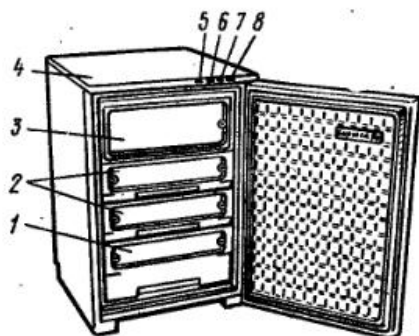
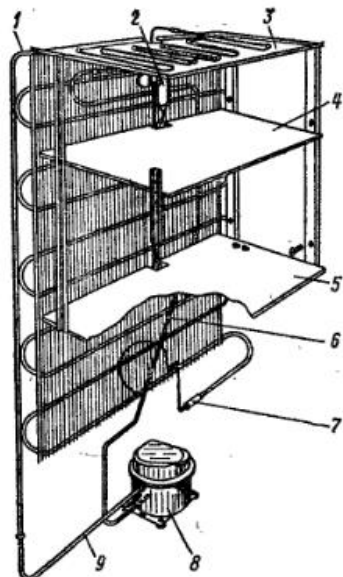
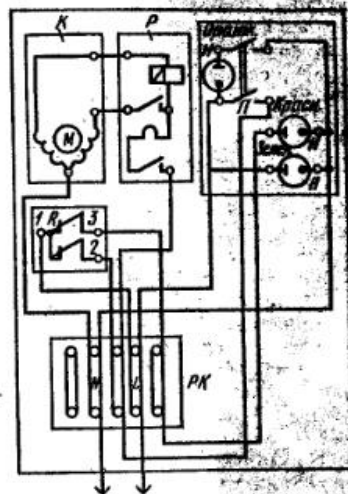

Рис. 133. Морозильник «Бирюса-14»:
Рис. 134. Холодильный агрегат морозильника «Бирюса-14»:
Рис. 135. Электрическая схема морозильника «Бирюса-14»:
МОРОЗИЛЬНИК «БИРЮСА-14» МШ-120. Морозильник выполнен в виде напольного шкафа, внутри которого имеется камера с резервуарами 1 и 2 (рис. 133) для хранения продуктов. В верхней
Схема холодильного агрегата морозильника дана на рис. 134, а электрическая схема на рис. 135.
**Замена холодильного агрегата.** Вынуть резервуары 1, 2 (см. рис. 133) и снять облицовку с лицевой стороны в верхней части шкафа. Вывернуть винты крепления трубки сильфона терморегулятора и отсоединить ее с прокладкой и держателем от нижней полки 6 (см. рис. 134) испарителя. Вывернув винты крепления опор испарителя к боковым стенкам внутреннего шкафа, снять направляющие полки и кронштейны, оттянуть на себя за нижнюю полку испаритель и снять внутренний фланец. Затем, придерживая верхнюю полку 4, вынуть на себя испаритель за нижнюю полку 5. Испаритель будет сжаться, принимая ромбовидную форму. Сложить испаритель так, чтобы
**Замена датчика-реле температуры (терморегулятора).** Вынуть резервуары 1 и 2 (см. рис. 133), вывернуть винты крепления трубки сильфона датчика-реле температуры, снять прокладку и держатель трубки сильфона. Вывернуть винты и снять кожух, вынуть из кожуха датчик-реле температуры. Отсоединить от датчика-реле температуры соединительный шнур. Вытянуть трубку сильфона из отверстия шкафа морозильника и заменить датчик-реле температуры. Новый датчик-реле температуры установить в обратной последовательности. После ввода трубки сильфона в шкаф место ввода необходимо герметизировать уплотнительной пастой.